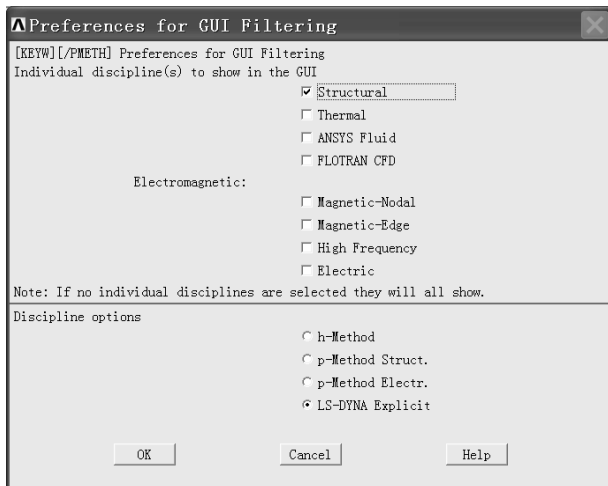

图 3-48 “Preferences for GUI Filtering” 窗口
(1) 打开 ANSYS LS-DYNA 操作界面。
(2) 依次选择 Utility Menu>PlotCtrls>Style>Colors>Reverse Video，将背景变为白色。
(3) 依次选择 Main Menu>Preprocessor>Preferences，弹出“Preferences for GUI Filtering”窗口（见图 3-48），选中“Structural”和“LS-DYNA Explicit”，然后单击“OK”按钮。此操作选择 ANSYS 中的“LS-DYNA Explicit”产品模块，过滤掉不必要的菜单。